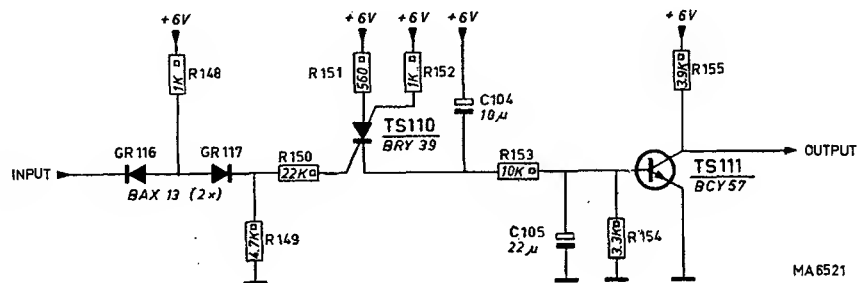

Abb. 24. Impulsdetektor
d. Impulsdetektor (Abb. 24)
e. Polaritätsschaltung (Abb. 24)